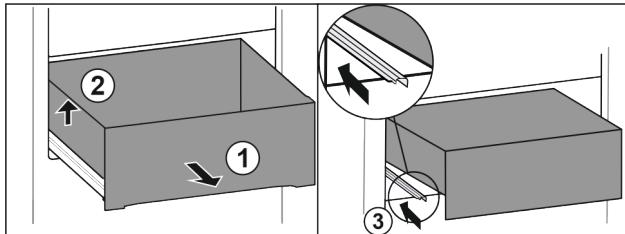

Fig. 31
- Витягніть висувний ящик до упору. Fig. 31 (1)
- Підняти висувний ящик ліворуч. Fig. 31 (2)
- Вставити ліву рейку. Fig. 31 (3)